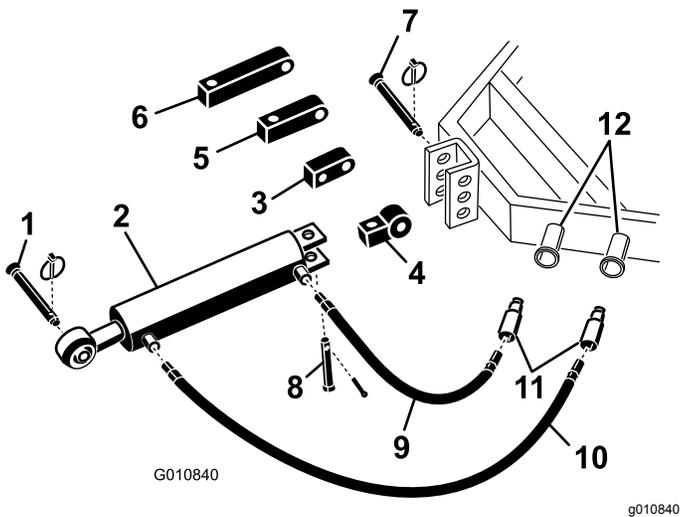

图5
1. 使用随牵引车提供的柱销将液压顶部连杆的连接杆端固定到牵引车图5。摆放液压顶部连杆使杆端朝向牵引车。油缸的各端口应朝向牵引车的辅助动力液压装置。
注意 如果液压油缸的放置必须使端口朝向上方请使用旋转垫块重新调整油缸的位置而不是使用标准安装垫块图5。可以使用 90° 液压接头替代旋转垫块接头未提供。
- A. 取下将标准连接杆固定到油缸上的开口销和柱销图5。从油缸上卸下连接杆。
- B. 使用之前卸下的柱销将旋转垫块安装到油缸上图5。
- 将 107cm 长液压软管连接至最靠近打孔机的液压顶部联杆端口图5。在管螺纹上缠绕管螺纹密封胶带或防松螺纹油防止发生泄漏。
- 将 76cm 长液压软管连接至最靠近牵引车的液压顶部联杆端口图5。在管螺纹上缠绕管螺纹密封胶带或防松螺纹油防止发生泄漏。
如果液压油缸无法够到到打孔机安装支架请使用延长垫块将油缸连接到牵引车上而不是使用标准安装垫块图5。
- 取下将标准连接杆固定到油缸上的开口销和柱销图5。从油缸上卸下连接杆。
- B. 使用之前卸下的柱销将所需长度的延长垫块安装到油缸上 图5。